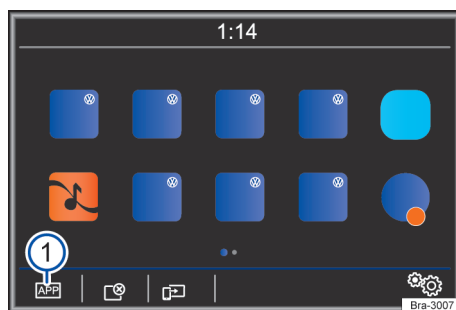

Fig. 174 Menu principal do MirrorLink®: superfícies de função na vista geral dos aplicativos compatíveis. ▶
- No modo MirrorLink®, tocar em  para acessar o menu principal **App-Connect** → Fig. 174 ①.
Superfícies de função e exibição: Efeitos e significado → Fig. 174: